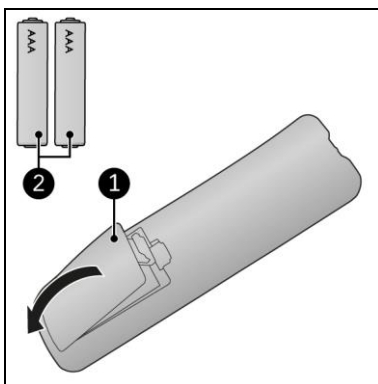

Figure 16
1. Retirez le couvercle du compartiment à piles (figure 16, pos. 1).
2. Insérez deux piles (AAA 1,5 V) (figure 16, pos. 2) comme indiqué dans le compartiment à piles. Veillez à insérer les piles correctement.